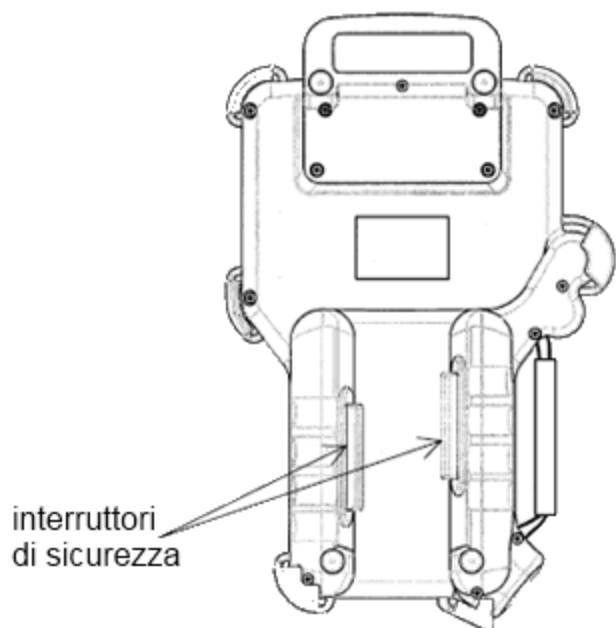

Figura 10: Retro del Teach Pendant
- Interruttori di sicurezza sul retro, dettaglio in Figura 10, è un interruttore di abilitazione del robot, ed è necessario premerne leggermente uno dei due disponibili per poter manovrare il robot. Una pressione a fondo equivale al rilascio dell'interruttore, cioè disabilita il robot (in inglese vengono detti deadman switch e sul manuale italiano la traduzione è "interruttore uomo morto").